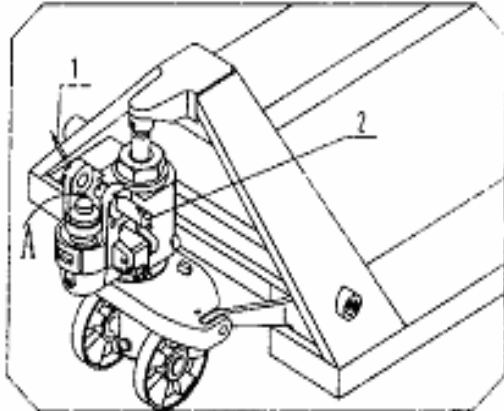

Abbildung 1
- 3.1 Siehe Abbildung 1: Zunächst ziehen Sie den Spannstift (1) aus dem Achsbolzen (2), bevor Sie den Bolzen (2) entnehmen.